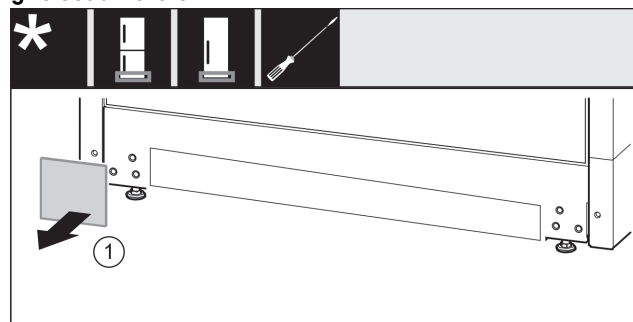

Fig. 17
- ▶ Võtke kate maha. Fig. 17 (1)